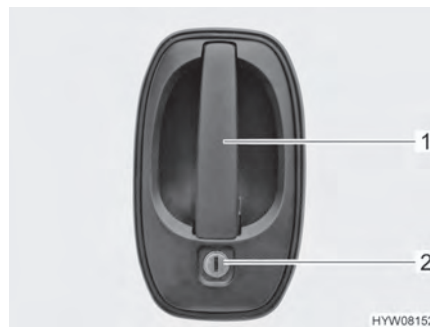

Bild 30 Türschloss (Fahrertür/Eingangstür außen)
- Schlüssel in Schließzylinder (Bild 30,2) stecken und drehen, bis das Türschloss entriegelt ist.
- Am Türgriff (Bild 30,1) ziehen. Die Tür ist geöffnet.
- Schlüssel in Schließzylinder (Bild 30,2) stecken und drehen, bis das Türschloss verriegelt ist.